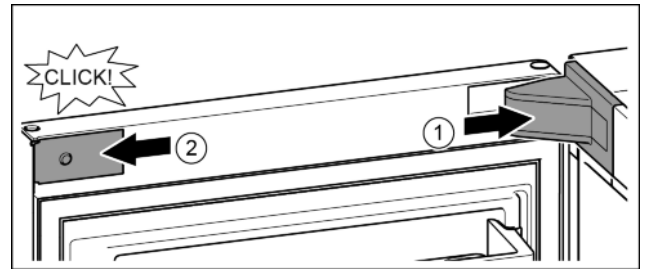

Fig. 23
- ▶ Крышку установить и зафиксировать, при необходимости, осторожно разжать. Fig. 23 (1)
- ▶ Установить крышки сбоку и зафиксировать. Fig. 23 (2)